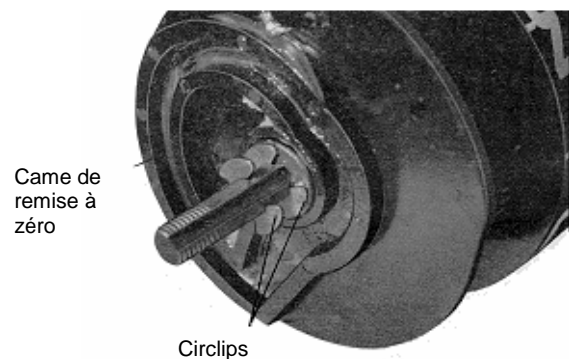

Figure 13. Démontage came de remise à zéro
4. Remplacement des pièces de l'ensemble tambour. Voir Figures 13, 14, 15 et 16. La came de remise à zéro, les tambours individuels, les plateaux à tocs et les excentriques peuvent être remplacés.